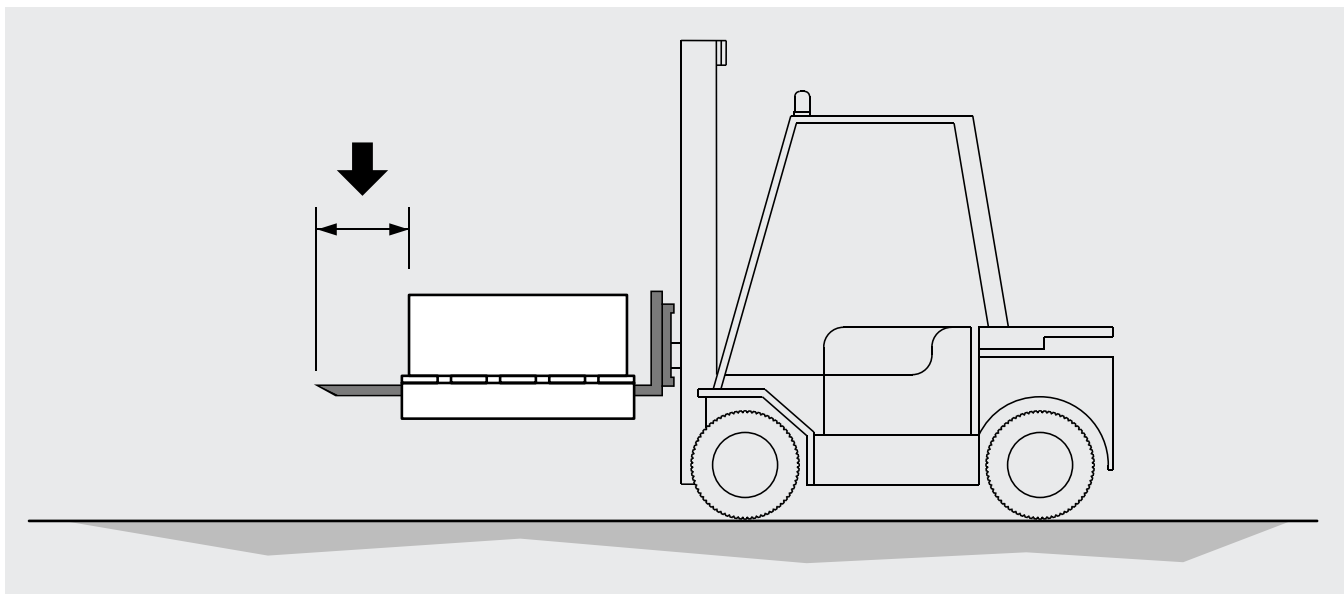

Figure 3
- 5.2 Pour la manutention avec un chariot élévateur, les fourches de levage doivent avoir une longueur supérieure à la profondeur de l'emballage et/ou du modèle. Voir la Figure 3.